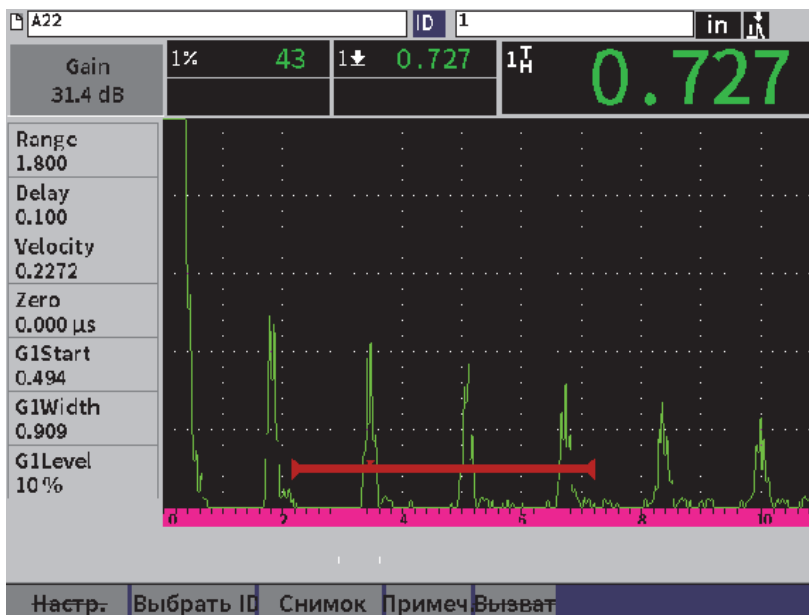

Рис. 9-6 А-скан сохраненного файла
После сохранения данных в файл можно просматривать сохраненные настройки и А-скан. А-скан и базовые параметры настройки отображаются на одном экране (см. Рис. 9-6 на стр 133), а полная информация о настройке – на другом экране (см. Рис. 9-7 на стр 134).
3. Нажмите клавишу Enter для просмотра сохраненного А-скана и основных данных настройки (см. Рис. 9-6 на стр 133).